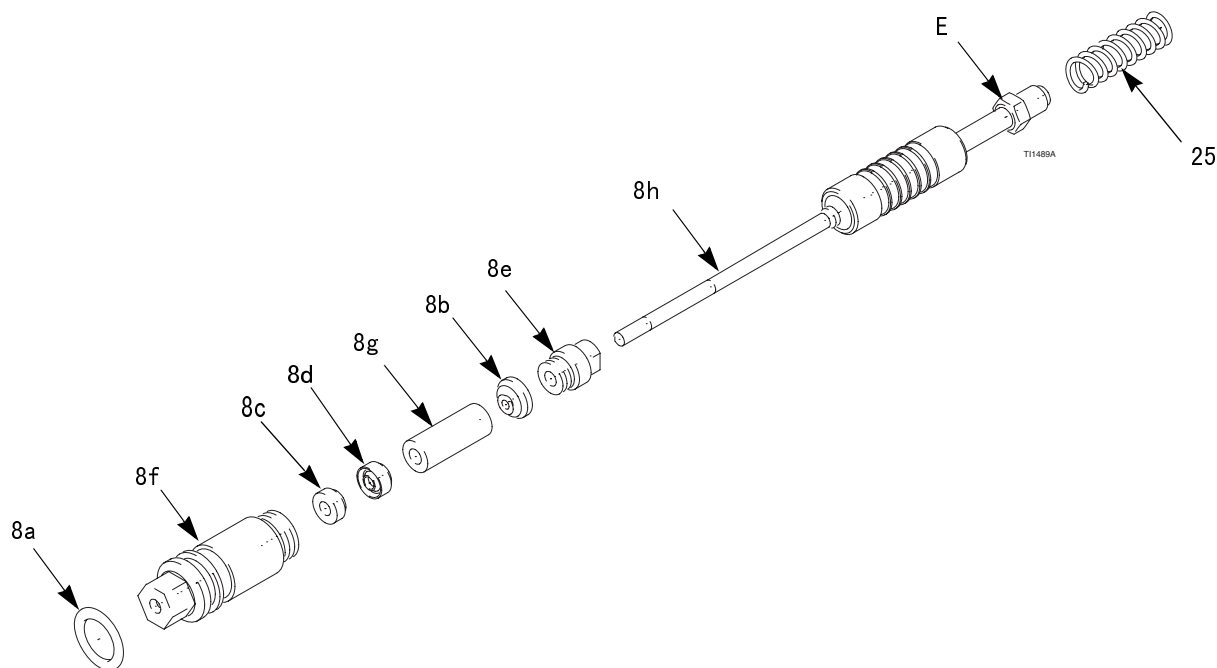

图 24. 密封杆
1. 将密封螺母（8e）和密封（8b）放到液体杆（8h）上。密封螺母的平面部位必须朝向液体杆的背面。密封 O 形圈必须背向密封螺母。见图 24。